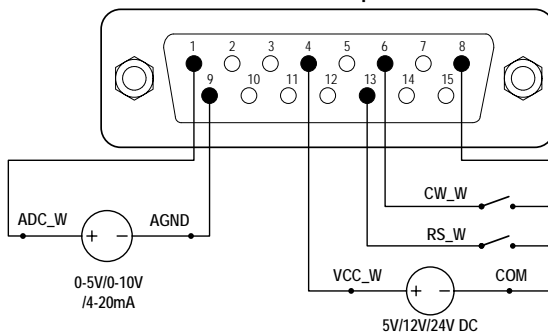
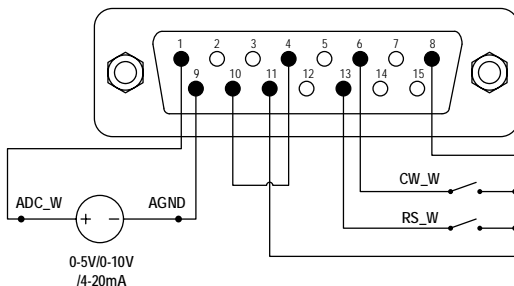

Abbildung 9: DB15-Verkabelung mit externer 12 V DC-Stromquelle
Abbildung 10: DB15-Verkabelung mit der internen 12 V DC-Stromquelle
- 1) Schalten Sie den Strom ab. Verdrahten Sie den DB15-Stecker wie in Abbildung 9 oder Abbildung 10. Schließen Sie ihn an den DB15-Anschluss auf der Rückseite der Pumpe an.